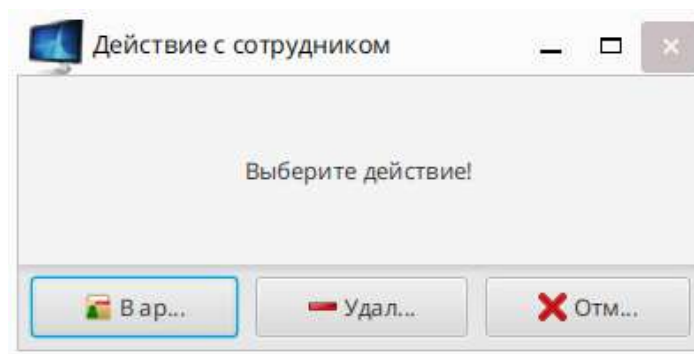

Рис. 41
7.4.3. В открывшемся окне «Действие с сотрудником» (Рис. 41) нажать одну из кнопок:
7.4.5. Кнопка « Удалить» (см. Рис. 41) – для удаления данных выбранного сотрудника без возможности восстановления записей в базе данных, и в открывшемся окне (Рис. 44) подтвердить свои действия, нажав на кнопку «Да», для отмены процедуры удаления – «Нет».